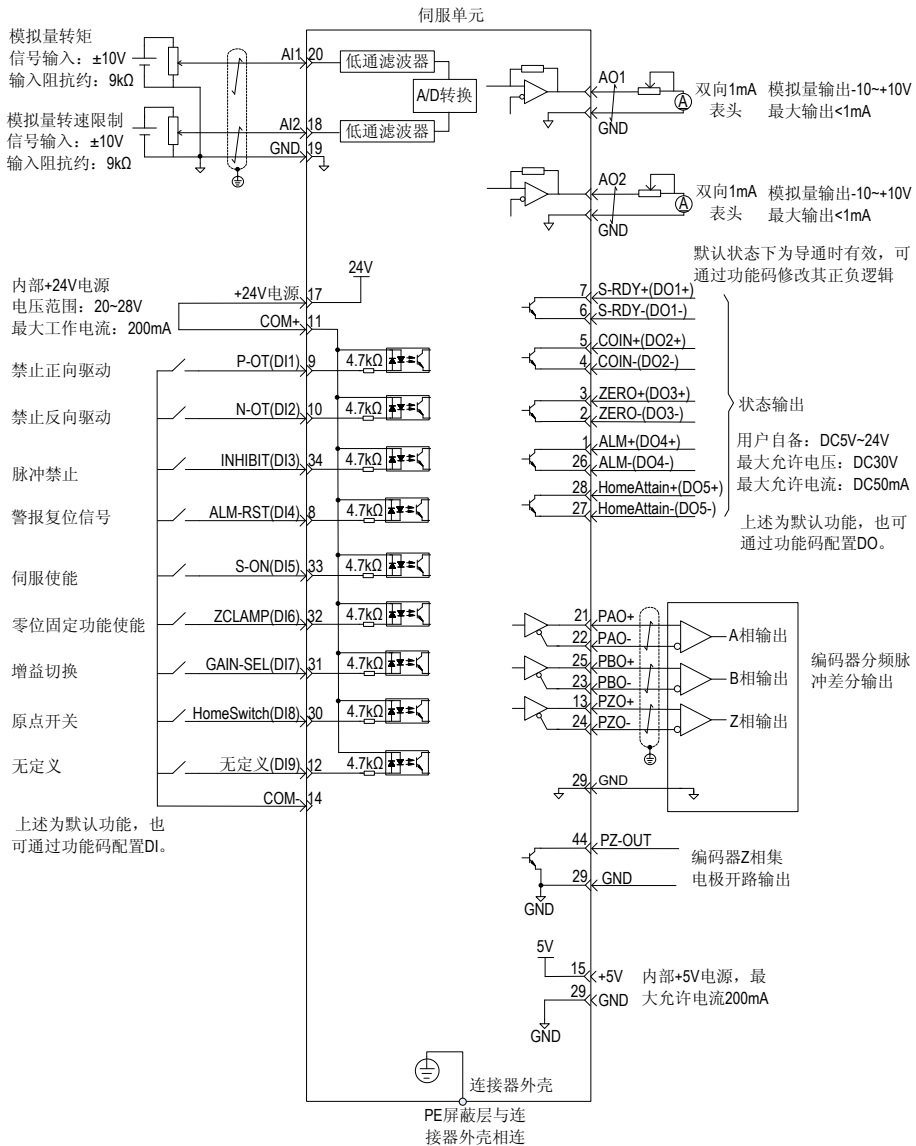

图4-13 转矩模式配线图
3. 参考图4-13配线说明连接CN1端子中必要的DI/DO及转矩指令来源、速度限制等。